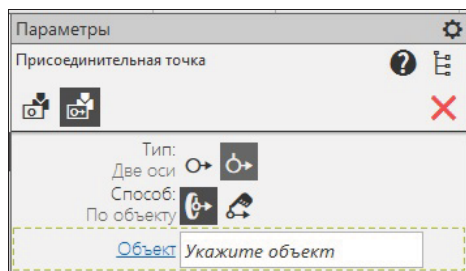

Рис. 20.23. Панель Параметрy: Присоединительная точка
- ◆ вызовите команду **Присоединительная точка**. На панели **Параметры: Присоединительная точка** (рис. 20.23) задайте следующие параметры: